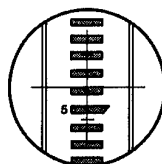

図 4.7
- 3) 微動ねじ⑦を回して視野の中央近くに目標物を入れ、合焦つまみ⑨を回して目標物にピントを合わせます。(図 4.7)